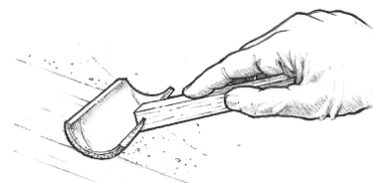

图31 轻轻地将泡沫滚刷拖至最新的环氧树脂上,以倾斜涂层。
8. 每批涂抹完后,通过长、轻、均匀的击打,将泡沫辊刷轻轻地拖至最新的环氧树脂的表面。施加足够的压力,抚平绘斑,但该压力不足以去除任何涂层(图31)。交替每个涂层倾斜的方向,即第一层涂层垂直,第二层涂层水平,第三层涂层垂直,等等。可以将800胶辊切成片段,以制作翻斗刷。